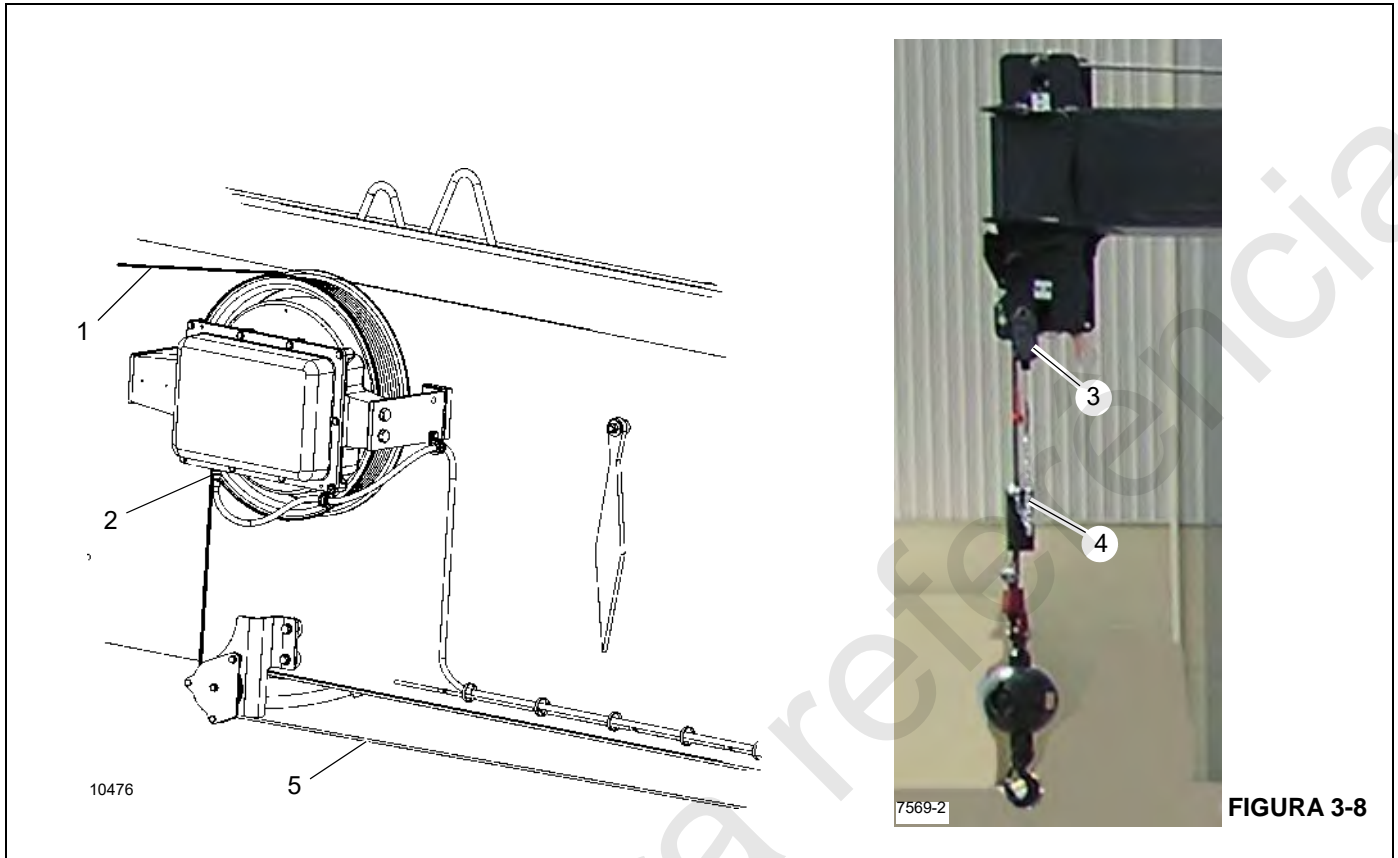

FIGURA 3-8
O cabo do A2B da lança (1, Figura 3-8) vai do carretel do A2B no lado interno da lança ao conjunto da chave do A2B (3). O cabo do conjunto da chave do A2B está fixado ao peso do dispositivo anticolisão do moitão.